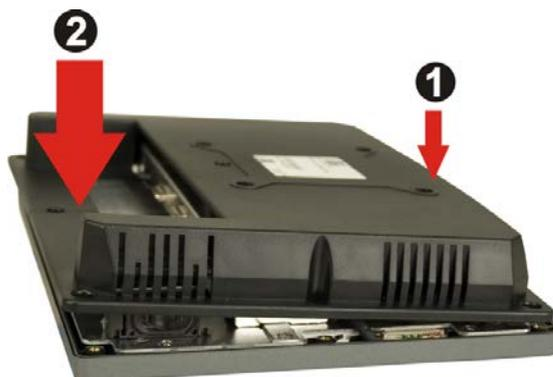

Abbildung 4-4: Aufsetzen der rückseitigen Abdeckung
Schritt 2: Setzen Sie die Abdeckung zurück auf den Touch Panel PC (**Abbildung 4-4**).